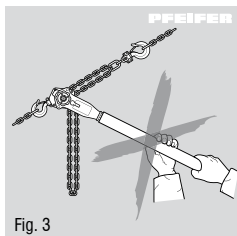

Fig. 3
- Armforlænger må ikke benyttes (fig. 3).